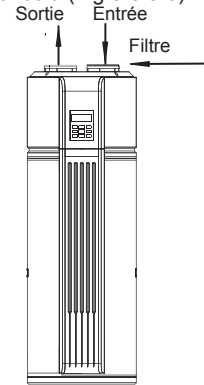

Fig. 3-8
- 5) Installation du filtre à l'entrée de l'unité principale. Dans le cas de raccordement aux conduits de toile, un filtre doit y être placé à l'entrée d'air du conduit. (Fig. 3-8/3-9)